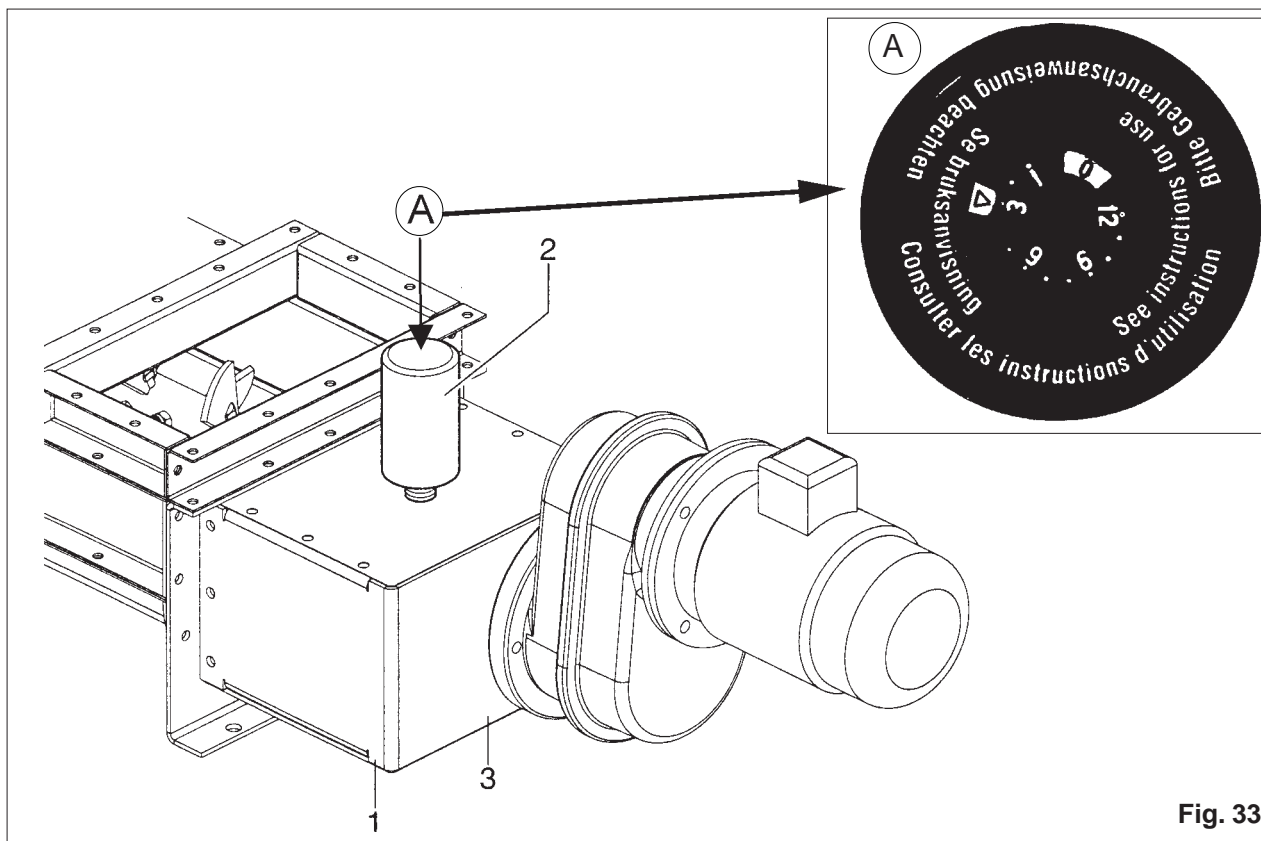

Fig. 33
The gear wheels of both mixer shafts are lubricated by an automatic lubricant (2). Check that the regulating ring nut (A) indicates number "12" (fig. 33).
Die Stirnräder des der Mischwellen werden über eine Schmierpatrone (2) automatisch geschmiert. Sicherstellen, daß die Einstellnutmutter (A) auf die "12" zeigt. (Abb. 33).
Les engrenages du rotor motorisé et du conduit sont lubrifiés au moyen d'un graisseur automatique (2). Vérifiez que la frette de réglage (A) indique le nombre "12" (fig. 33).
Gli ingranaggi del rotore motorizzato e condotto sono lubrificati con lubrificatore automatico (2). Verificare che la ghiera di regolazione (A) indichi il numero "12" (fig. 33).